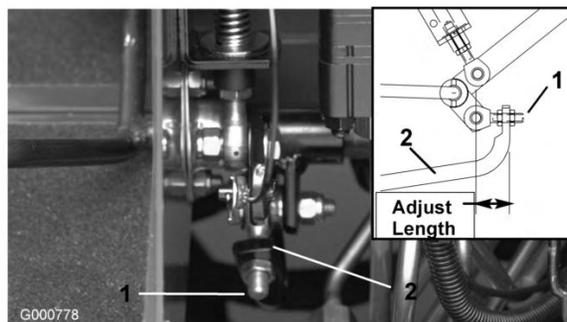

Bild 73
- Stellen Sie die Bundmutter am Pumpenstangenende ein, um die Pumpensteuerungsstange nach vorne zu verschieben, um ein Verschieben nach vorne zu vermeiden, oder um die Pumpensteuerungsstange nach hinten zu verschieben, um ein Verschieben nach hinten zu vermeiden (Bild 73).